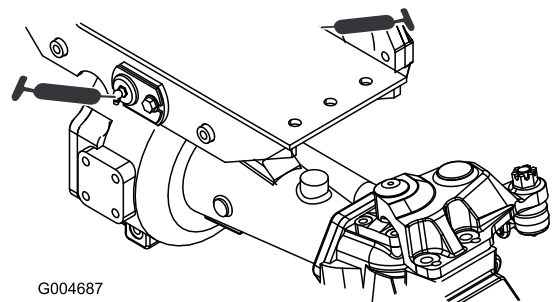

Bild 78
- Zwei Drehbüchsen an der Vorder- und Hinterachse (**Bild 78**)